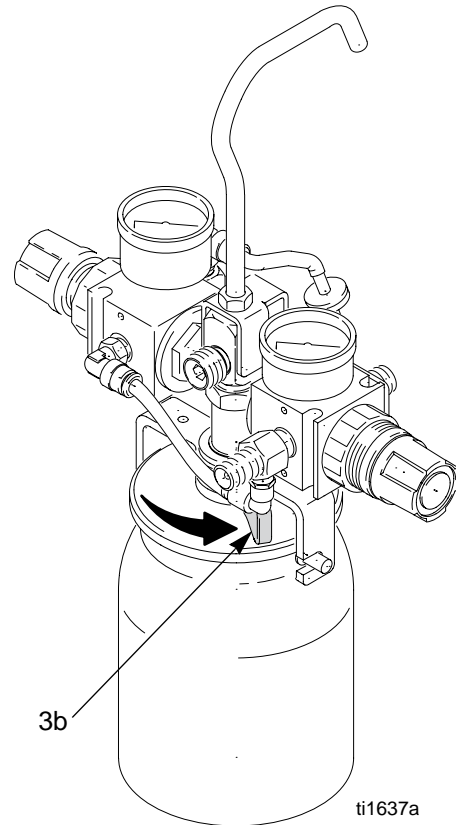

Fig. 2: Réservoir sous pression d'un quart
2. Pousser la manette (3b) en position déverrouillée contre l'anse. Voir Fig. 2.